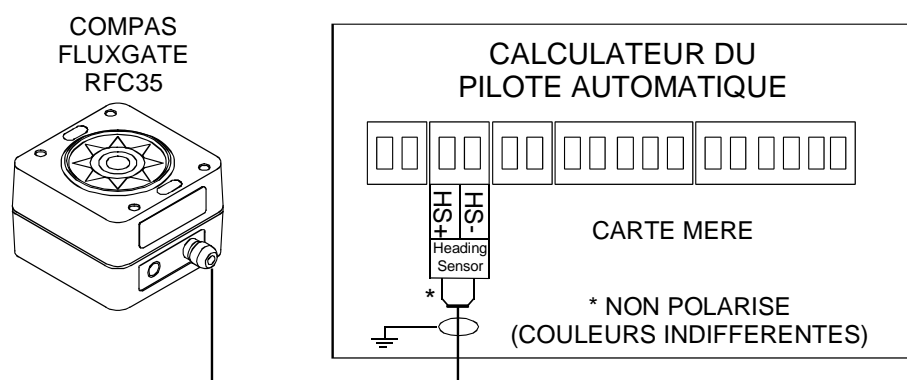

Figure 3-13 Connexion du RFC35
Connectez le RFC35 au calculateur du pilote automatique comme indiqué en Figure 3-13
- Connectez le RFC35 au calculateur du pilote automatique comme illustré en Figure 3-13